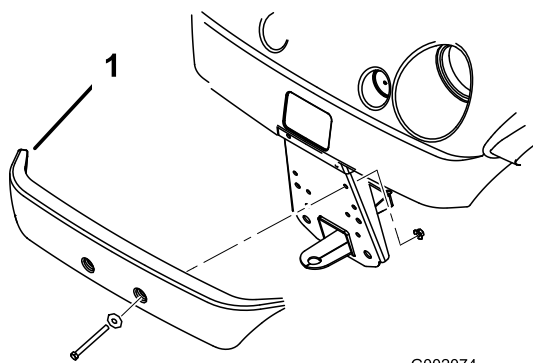

Figura 5
2. Allineate i fori di montaggio e fissate il paraurti al telaio utilizzando i dispositivi di fissaggio tolti in precedenza (Figura 5).